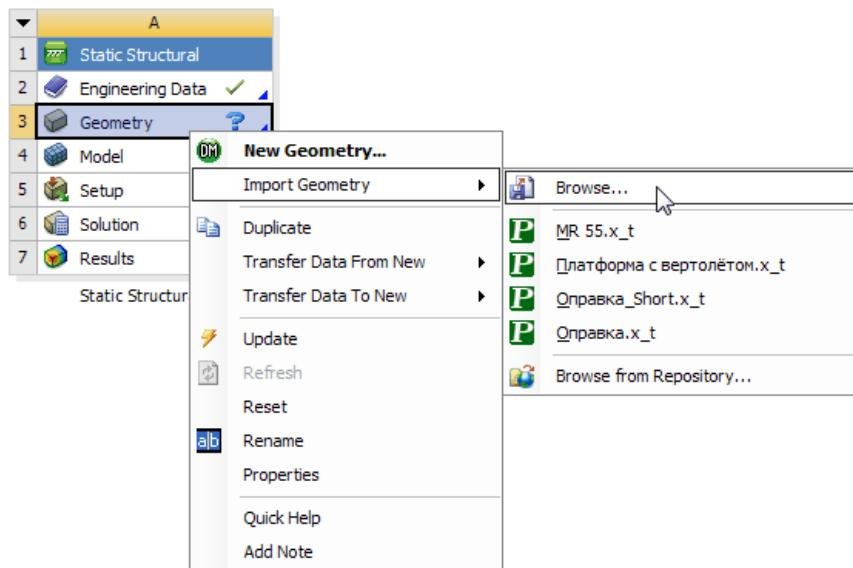

Рисунок 5.2 – Загрузка геометрии
- 2) В появившемся меню (рисунок 5.2) нажать правой кнопкой мыши на пункт «Geometry» («Геометрия (загрузить)»), выбрать пункт «Import Geometry...» и далее выбрать пункт «Browse...» («Найти...»). Зайти на диск D: в свою директорию, и щелкнуть по файлу, в который был импортирован упор, **именно в формате Parasolid – *.x_t !**